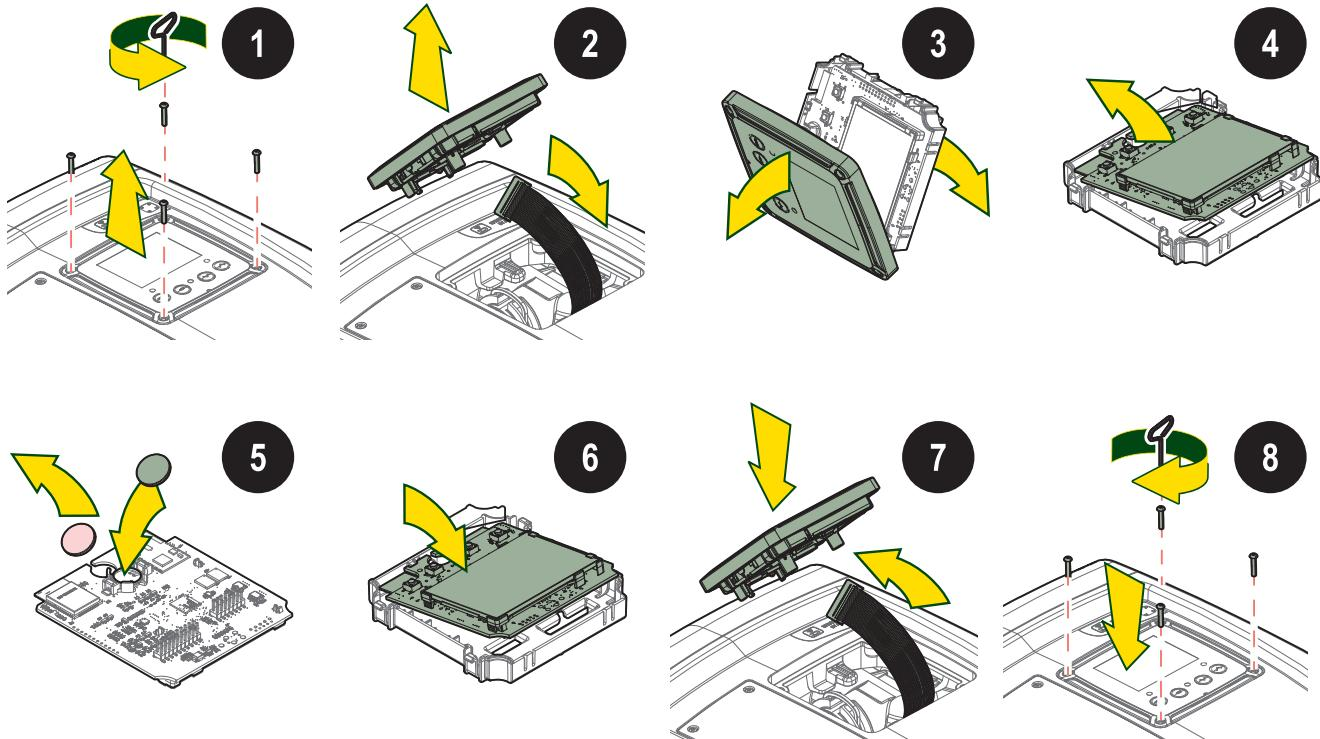

Rysunek 24
1. usunąć drzwiczki dostępu do punktu wyjątkowej konserwacji (Rys.1 Strona F) poluzując 2 śruby zamykania za pomocą odpowiedniego narzędzia. Zaleca się nie usuwać całkowicie śrub, tak aby wykorzystać je przy wyciąганu drzwiczek. Nie spowodować przypadkowego dostania się śrub do wnętrza systemu po usunięciu drzwiczek (Rys.24);
2. ściągnąć pokrywę z gumi z zaworu zbiornika ekspansyjnego (Rys.24);
3. zadziałać na zawór zgodnie zw wsazówkami paragrafu 1.2 (Rys.24);
4. przywrócić do pierwotnego stanu pokrywę z gumi (Rys.24);
5. przywrócić do pierwotnego stanu drzwiczki i przykręcić 2 śruby (Rys.24).